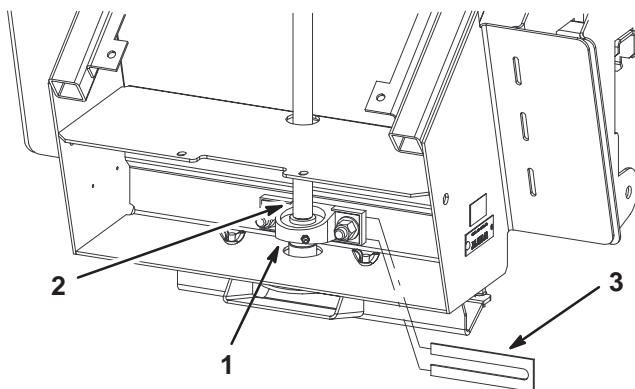

Figure 15
- A. Desserrez les 2 écrous sur le palier de l'arbre de ventilateur (Fig. 15).
- B. Insérez une entretoise derrière le palier à chapeau (Fig. 15).